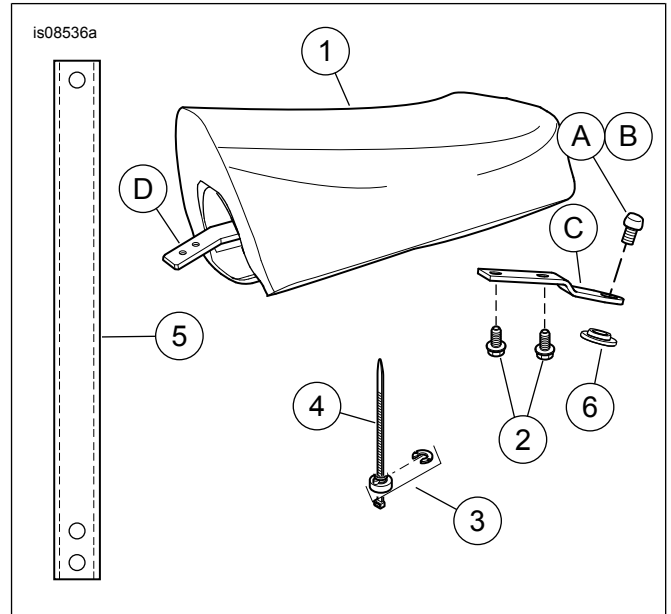

Figura 5. Parti di ricambio: Sellino XL
Consultare l' Figura 5 e la Tabella 1.
8. Vedere la Figura 5. Fissare la staffa della sella (B) rimossa nella punto 1 al sellino del passeggero utilizzando le viti flangiate (2) incluse nel kit. Serrare a 4,5–6,8 N·m (40–60 in-lbs).